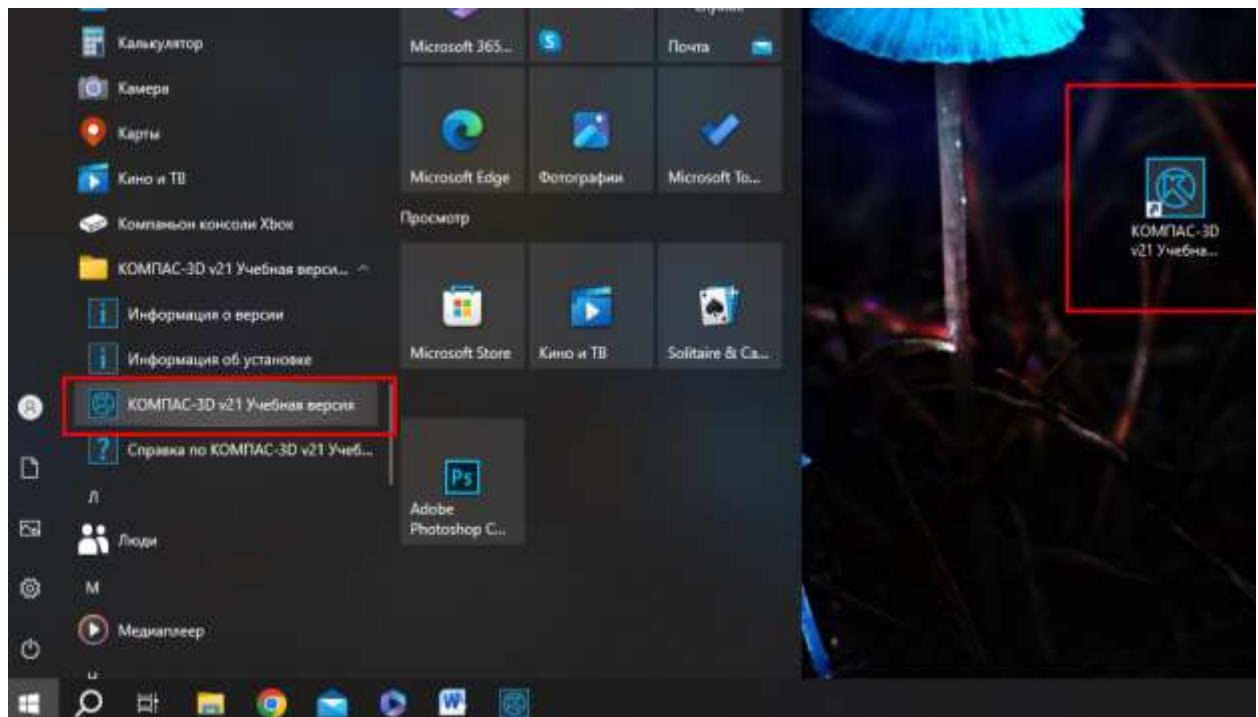

Рисунок 1 – Запуск программы
2. Сделать двойной щелчок на ярлыке системы, расположенной на рабочем столе (рисунок 1).